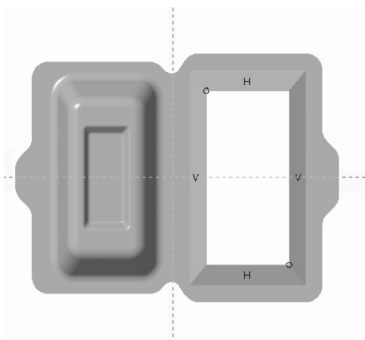

图 16-37 创建填充特征二
STEP 19 使用“填充”命令，选择“DTM3”平面作为草绘平面，绘制草绘截面，如图 16-37 所示，完成填充特征的创建。